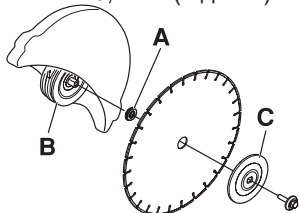

Рис. 4 Установка отрезного диска
2. Проверьте переходник А шпинделя (Рис. 4). Переходник используется для установки в центральное отверстие отрезного диска. Бензорез поставляется с переходником, который можно перевернуть для установки диска с центральными отверстиями 20 мм или 25,4 мм (1 дюйм).
5. Установите отрезной диск. Для этого поместите диск на переходник А между внутренней шайбой В и прижимной шайбой С (Рис. 4). Установите болт крепления отрезного диска, не затягивая его. Заблокируйте вращение диска. Вставьте стопор в отверстие режущего узла и поверните диск, пока он не зафиксируется (Рис. 6).